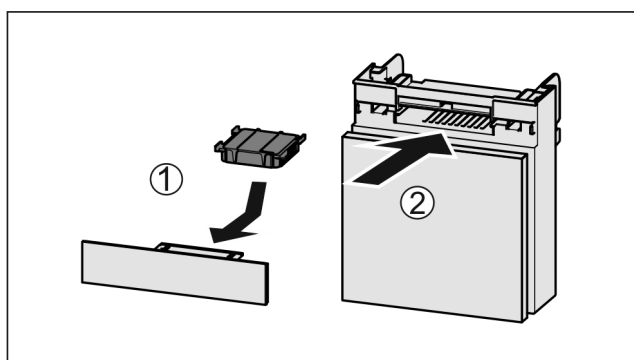

Fig. 173
- ▶ Filtr s aktivním uhlím vložte podle vyobrazení Fig. 173 (1).
- ▶ Zásuvku zasuňte Fig. 173 (2).